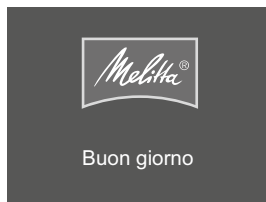

Fig. 5: Messaggio di benvenuto
2. Premere il tasto "ON/OFF" (9).
- » Sul display appare il messaggio di benvenuto (vedere Fig. 5).